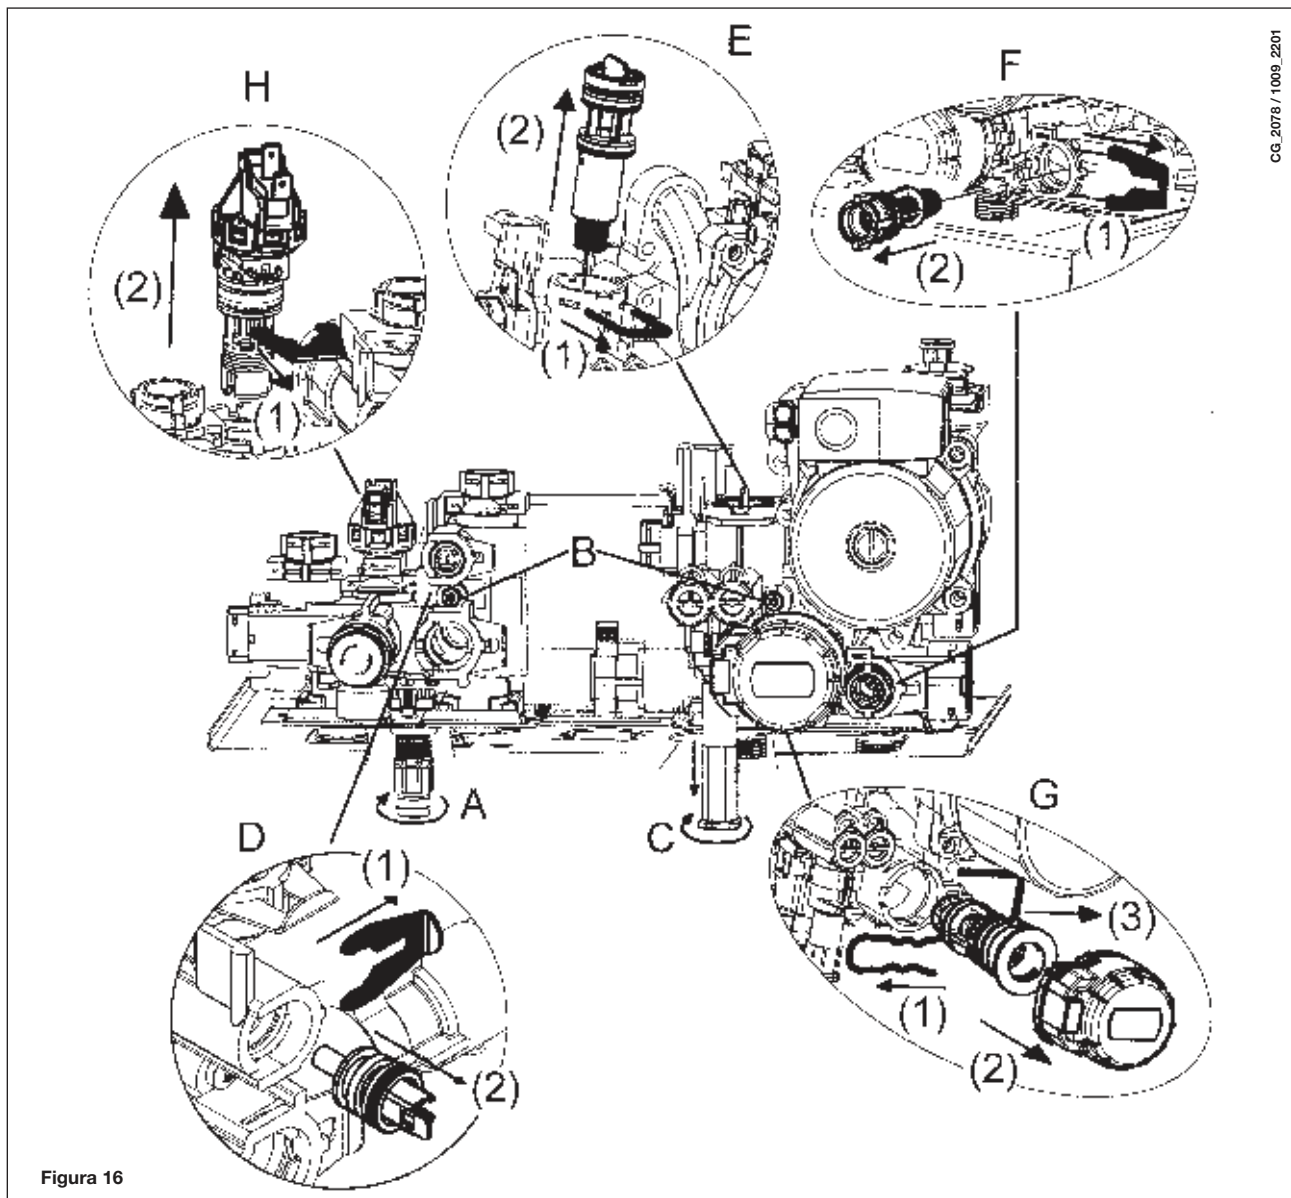

Figura 16
- svuotare l'acqua contenuta nel circuito di riscaldamento aprendo il rubinetto A di figura 16.
- per estrarre la cartuccia del filtro di riscaldamento è necessario prima rimuovere il motore della valvola 3 vie (1-2G - figura 16);
- Rimuovere la clip 1E di figura 16;
- Togliere il filtro (2E figura 16);